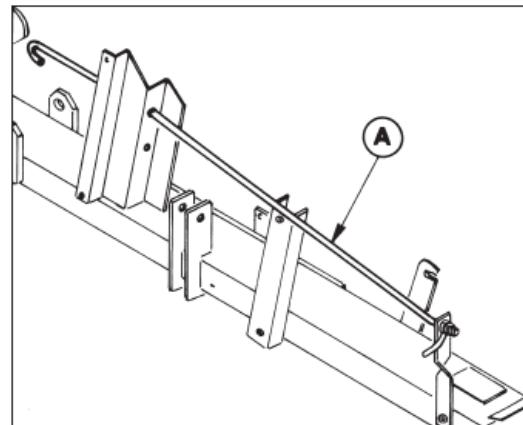
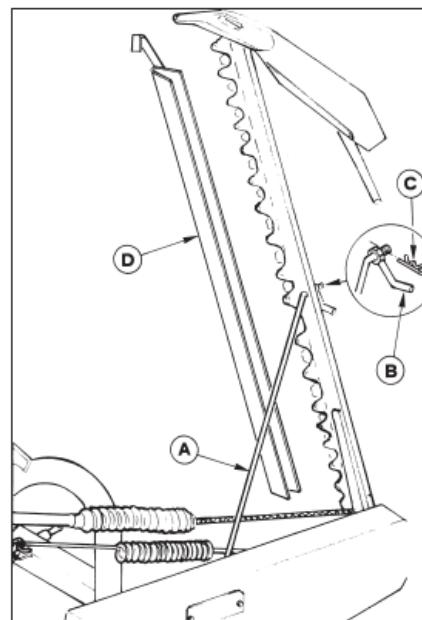
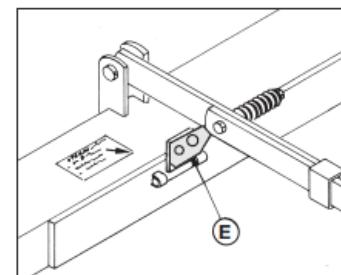
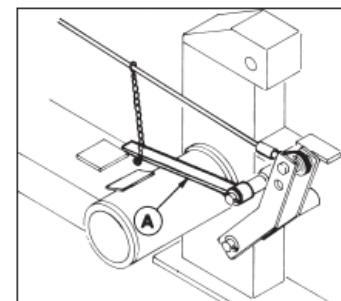

FIG. 7.1
FIG. 7.2
FIG. 7.3
FIG. 7.4
IMPORTANTE: Prima di procedere al sollevamento totale della barra per il trasporto su strada, ruotare verso l'alto il fermo (E) (Fig. 7.3) e alzare il fermo meccanico (A) (Fig. 7.4) fissandolo tramite la catenella alla fune di sollevamento. Dopo aver alzato la barra falciante, bloccarla in posizione verticale tramite il tirante di aggancio (A) che precedentemente avrete rimosso dall'apposito supporto (Fig. 7.1). Serrate il tirante (A) con l'apposita maniglia (B) (Fig. 7.2), infilate la spina di sicurezza (C) ed infine coprite le lame taglienti con l'apposita protezione (D) (Fig. 7.2).
IMPORTANTE: Antes de efectuar la elevación total de la barra para el transporte por caminos o carreteras girar hacia arriba la placa de bloqueo (E) (Fig. 7.3) levantar la placa de bloqueo (A) (Fig. 7.4) fijándolo al cable de elevación por medio de la cadena. Tras alzar la barra de corte, bloquearla en posición vertical por medio del tirante de enganche (A) que deberá ser, removido de su soporte (Fig. 7.1). Ajustar el tirante (A) (Fig. 7.2) con el mango (B), introducir la clavija de seguridad (C) y finalmente cubrir la cuchillas con su protección (D).
Remember always to turn release support "E" upwards before raising mower and before road transport Fig. 7.3.
Once sickle bar mower blade is in vertical position block using tie rod hook "A" (Fig. 7.1) which was previously removed. Fasten tie rod hook "A" with handle "B" and insert split pin "C" and cover biade with protection guard cover.
See Figure 7.2.
IMPORTANT: Avant de procéder au levage complet de la barre pour le transport sur route, tourner vers le haut l'arrêtétoir (E) (Fig. 7.3) et lever l'arrêtétoir mécanique (A) (Fig. 7.4) en le fixant avec la chaînette au câble de levage. Après avoir monté la barre de coupe, la bloquer en position verticale avec le tirant d'accrochage (A) que l'on aura enlevé précédemment de son support (Fig. 7.1). Serrer le tirant (A) avec la poignée approprié (B) (Fig. 7.2), insérer la goupille de sécurité (C) et finalement couvrir les lames de coupe avec la protection prévue (D) (Fig. 7.2).
Agendo sul sollevatore del trattore abbassare la macchina. Scendere dal trattore, togliere il tirante di aggancio (A) (Fig. 7.2) della barra riponendolo nell'apposito supporto del telaio (Fig. 7.1). Abbassare la barra falciante. Durante il lavoro lasciare il fermo (E) (Fig. 7.3) verso il basso. Prima di sganciare la macchina dal trattore ruotare (E) verso l'alto (Fig. 7.3) in questo modo si ottiene il posizionamento orizzontale dei perni di attacco del telaio per facilitare il successivo attacco al trattore.
Bajar la máquina, por medio del elevador del tractor. Bajar del tractor, quitar el tirante de enganche (A) (Fig. 7.2) de la barra, y colocarlo en su soporte en el chasis (Fig. 7.1). Bajar la barra de corte. Durante el trabajo, dejar la placa de bloqueo (E) (Fig. 7.3) hacia abajo. Antes de desenganchar la máquina del tractor, girarlo hacia arriba (Fig. 7.3). De esta forma, se obtendrá la posición horizontal de los pernos de enganche del chasis, lo que facilitará el próximo enganche con el tractor.
Lower tractor using hydraulic lift. Get off tractor and remove tie rod hook "A" (Fig. 7.2) and place in position on frame (Fig. 7.1). Lower sickle bar mowerblade. During working operations make sure that release support "E" (Fig. 7.3), is in downward position. Remember always to turn release support "E" upwards before disconnecting from tractor. This will keep pins in horizontal position and facilitate successive linkage operations.
En agissant sur l'élévateur du tracteur, abaisser la machine. Descendre du tracteur, retirer le tirant d'accrochage (A) (Fig. 7.2) de la barre et le remettre dans son support sur le châssis (Fig. 7.1). Abaisser la barre de coupe. Pendant le travail, laisser l'arrêt (E) (Fig. 7.3) vers le bas. Avant de décrocher la machine du tracteur, tourner (E) vers le haut (Fig. 7.3) de cette façon on obtient le positionnement horizontal des pivots d'attache du châssis pour faciliter le prochain accrochage au tracteur.
- 3) Scendere dal trattore e sganciare la catena. Ruotare verso l'alto il fermo (E) (Fig. 7.3) che mantiene in orizzontale i due perni di aggancio del sollevatore per facilitare il successivo attacco al trattore.
- 4) Turn release support upwards (E) (Fig. 7.3). This will keep linkage pins in horizontal position in order to facilitate next hitching operations.
- 4) Girar hacia arriba la placa de bloqueo (E) (Fig. 7.3) que mantiene horizontales los dos pernos de enganche del elevador para facilitar el próximo enganche con el tractor.
- 4) Tourner vers le haut l'arrêté (E) (Fig. 7.3) qui maintient horizontalement les deux pivots d'attelage de l'élévateur pour faciliter le prochain accrochage au tracteur.